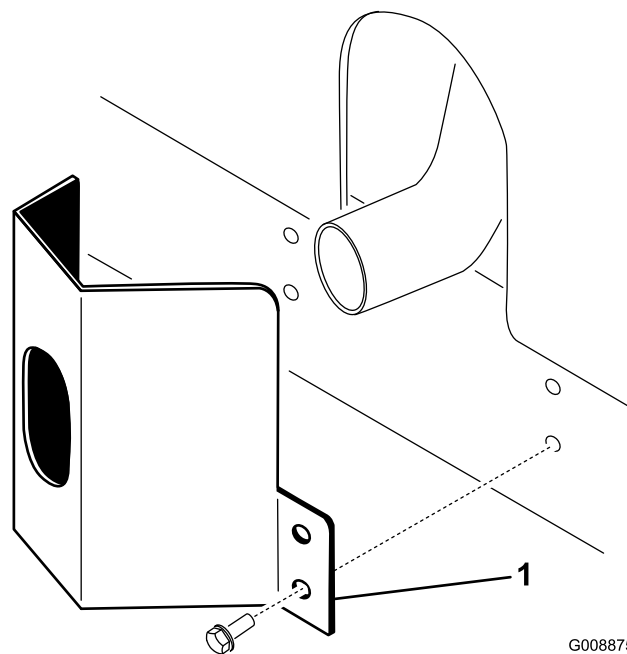

Figura 11
2. Prenda a cobertura do escape ao chassi utilizando 4 parafusos autorroscantes (Figura 11).
1. Coloque a cobertura do escape à volta da panela do escape, enquanto estiver a alinha os orifícios de montagem com os orifícios no chassi (Figura 11).